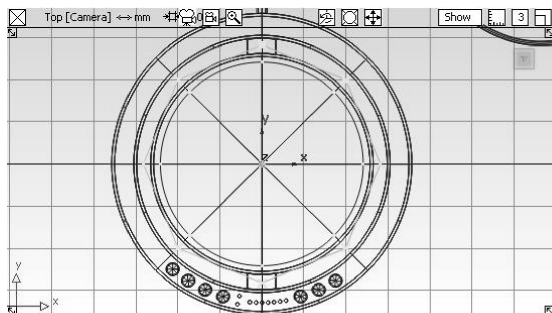

图 5-94 创建圆形曲线
- 41 选择【Circle】工具，在【Top】正交视窗中，按住键盘上的【Alt】键，在【Top】正交视窗原点附近单击，创建一个圆心位于原点的圆形曲线。使用操纵器缩放曲线，使其大小略小于中间圆柱体的底面，如图 5-94 所示。